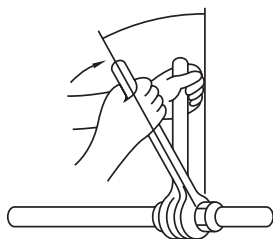

Fig. 5-8
- Na povrch dosedací plochy potrubí naneste tenkou vrstvu chladicího oleje. (Fig. 5-8)